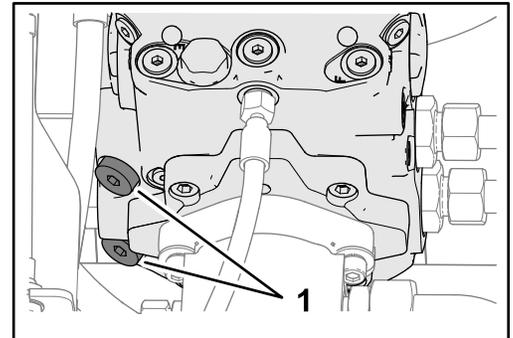

図 36
3. 8 mmの六角レンチを使って、トランスミッションポンプリーフバルブの2つのソケットヘッドプラグを時計回りに3回転させる (図 36)。